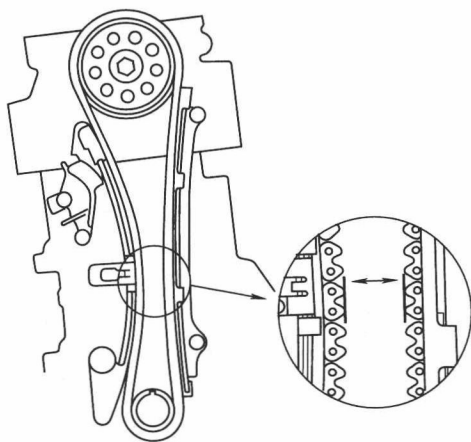

图 1-8 测量凸轮链条分离间距
(14) 测量凸轮链条分离间距, 如图 1-8 所示。如果间距小于维修极限, 更换凸轮链条和凸轮链条张紧器。